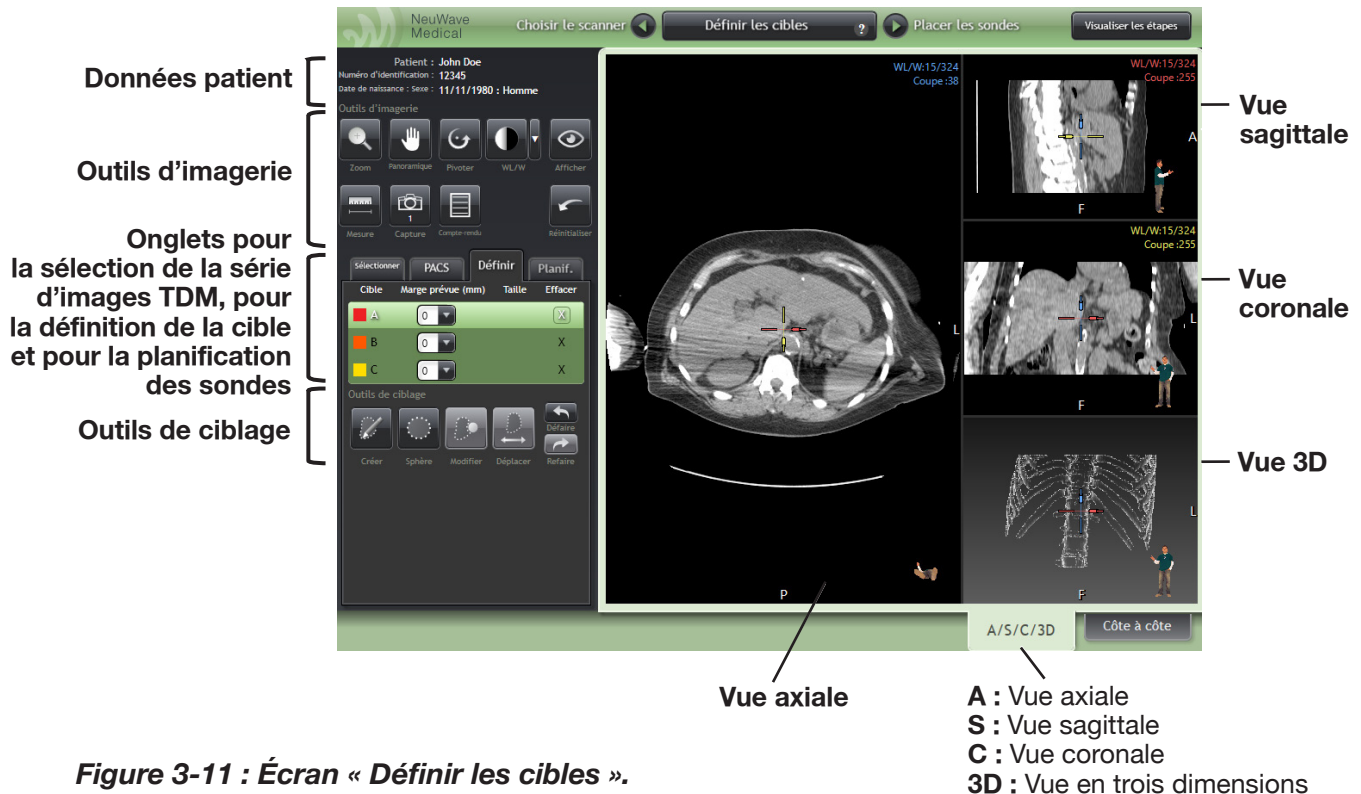
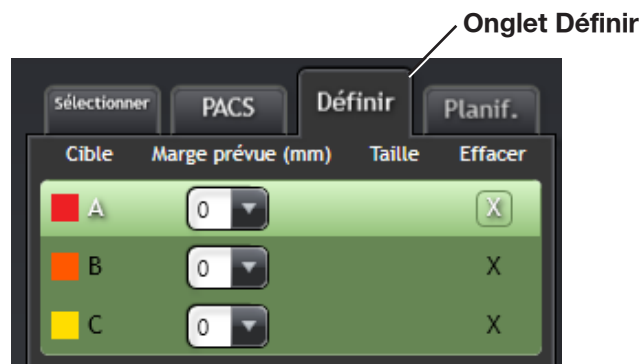

Figure 3-11 : Écran « Définir les cibles ».
Figure 3-13 : Tableau de sélection des cibles.
L'utilisateur doit prendre le temps d'examiner la série d'images TDM de configuration sélectionnée affichée sur l'écran **Définir les cibles**. Cet écran montre comment les vues des images et les outils d'imagerie sont organisés dans cet écran et dans les écrans suivants du logiciel ABLATE-IQ (Figure 3-11). L'écran **Définir les cibles** comprend un ensemble d'outils dans le volet gauche qui aident l'utilisateur à examiner la série d'images sélectionnée affichée sur quatre (4) plans anatomiques distincts, appelés vues des images, affichés sur le côté droit de l'écran. Ces vues des images aident l'utilisateur à localiser et à définir la lésion. Utiliser la molette de la souris pour explorer les images de la série d'images TDM en se déplaçant vers le haut et vers le bas dans l'un des quatre (4) volets des vues des images : vue axiale (A), vue sagittale (S), vue coronale (C) ou vue tridimensionnelle (3D).
Le côté droit de l'écran de la série d'images TDM de configuration affiche les vues des images (Figure 3-11).
- Les volets des vues des images comprennent quatre (4) vues (plans anatomiques), comme décrit sur la Figure 3-11 : vue axiale (A), vue sagittale (S), vue coronale (C) et vue 3D.
- Les noms et abréviations des quatre (4) vues/plans et des six (6) orientations du patient utilisés dans le logiciel sont indiqués dans le tableau « Abréviations pour les vues des images et les orientations du patient » ci-dessous.
3. Dans le tableau de sélection des cibles sur le côté gauche de l'écran **Définir les cibles** (Figure 3-11 et Figure 3-13), cliquer sur une ligne pour associer la cible à la lésion qui sera identifiée. La ligne du haut est sélectionnée par défaut dans le tableau.
16. Dans le tableau de sélection des cibles, il est possible de sélectionner la taille d'une marge à afficher autour de la (des) cible(s) (Figure 3-13). L'affichage de la marge permet à l'utilisateur de visualiser la zone d'ablation avec ou sans la marge afin d'aider à identifier la zone souhaitée. La zone constituant la marge est affichée dans une teinte différente du reste de la zone cible. La taille de la marge d'ablation prévue varie entre 1 et 10 mm.
19. Pour supprimer une cible et recommencer, cliquer sur le **X** correspondant dans la colonne « Effacer » (Figure 3-13).